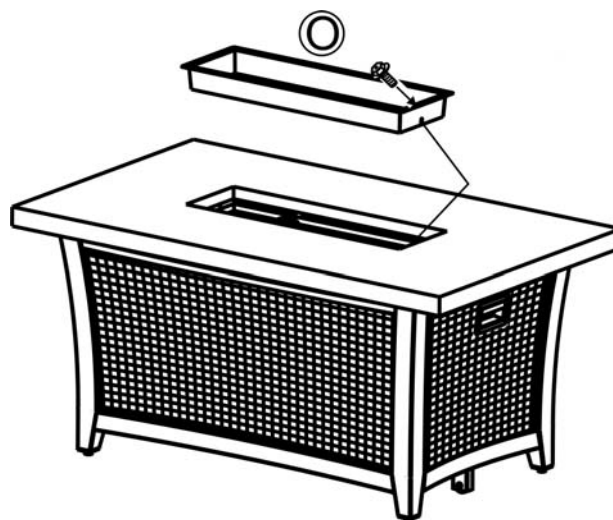

Figura 4
3. Con la ayuda de otra persona, gire la mesa en la posición vertical. Coloque el anillo protector de la bandeja del quemador en el quemador de la base del fogón como se muestra en la Figura 4. Asegure el anillo protector de la bandeja del quemador a la bandeja del quemador utilizando los dos tornillos M4.